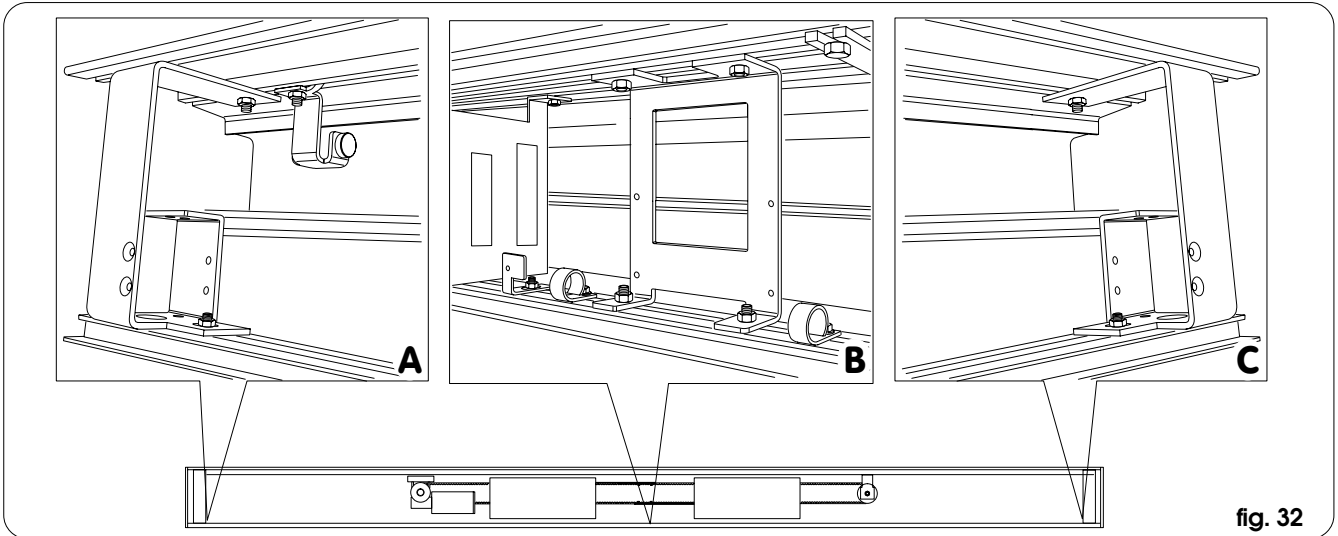

fig. 32
- le due staffe laterali di fig. 32 rif. A e C (1 vite M6 per ciascuna);
- i due occhielli guidacavo lateralmente alla staffa centrale di fig. 32 rif. B o al chiavistello se presente (1 vite M5 per ciascuno).